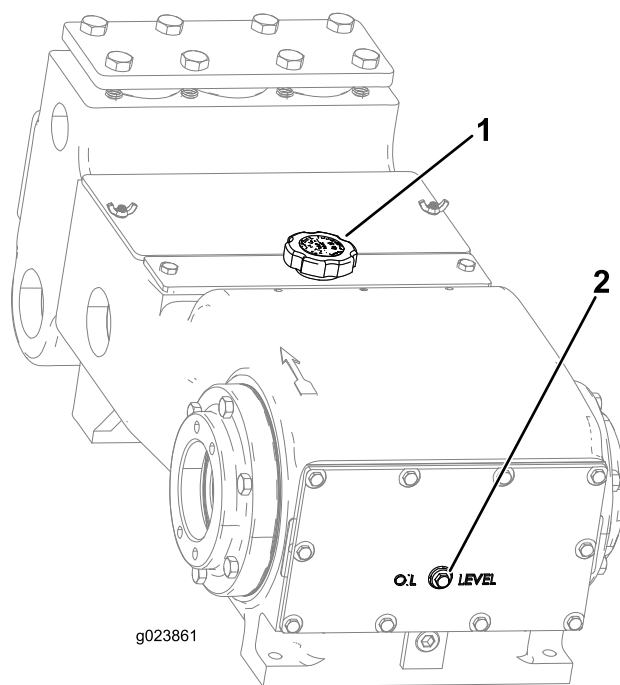
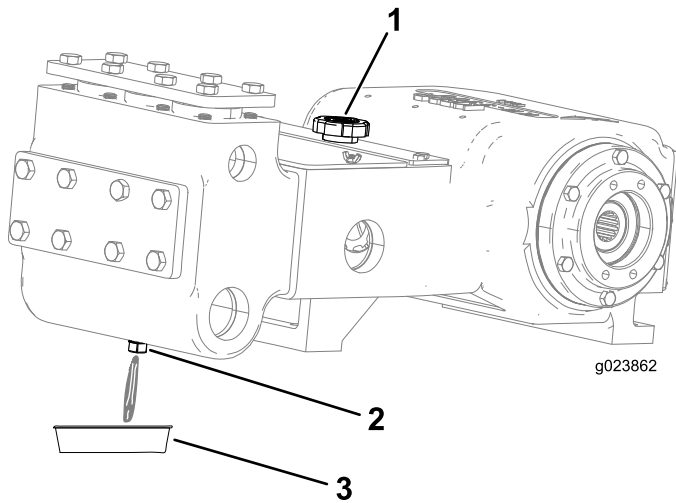

Bild 124
Bild 125
2. Entfernen Sie die Füllschraube am Kurbelgehäuse (**Bild 124**).
3. Stellen Sie sicher, dass sich das Öl an der Ölstandmarkierung befindet, wie in **Bild 124** abgebildet.
4. Entfernen Sie die Ablassschraube und stellen Sie eine Auffangwanne unter das Ablassloch (Bild 125).
6. Lassen Sie das Öl vollständig durch die Ablassschraube in die Auffangwanne ablaufen (Bild 125).
8. Entfernen Sie den Ölfülldeckel (Bild 125) und füllen Sie ca. 1,8 l Öl ein bzw. bis der Ölstand an der Ölstandpumpe liegt, wie in Bild 124 abgebildet.